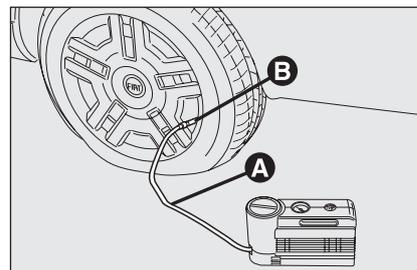

fig. 12
- Serrer le frein à main . Dévisser le capuchon de la valve du pneu, enlever le tuyau de remplissage A-fig. 12 et visser la bague B sur la valve du pneu;